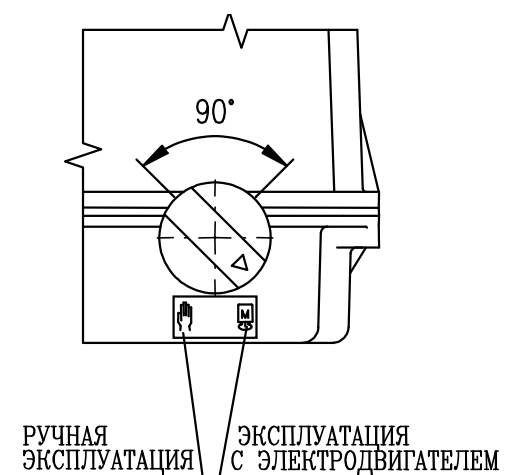

Рис.10
- Прибор поверните кнопкой разцепления передачи о 90° (рис. 10), стрелка на кнопке показывает на символ руки, передача расцепляется ЭП с управлением вручную.